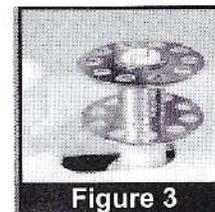

Figure 3
3. Indique el hilo del alfiler de carrete por la abrazadera de hilo (Figure 3) y al carrete. Enrolle un pequeño pedazo de hilo alrededor del carrete a la derecha. (Figure 4)